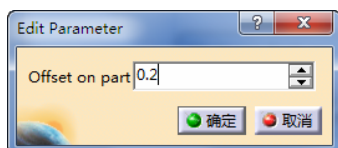

图 3-34 定义零件余量 (2)
- 定义零件余量（2）。双击“Advanced Finishing .1”对话框中的“Offset on part”，弹出“Edit Parameter”对话框，可设置余量大小为“0.2”mm，如图 3-34 所示。